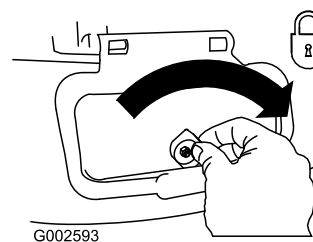

Figura 29
**Importante:** Bloquee la puerta de descarga lateral después de cerrarla (Figura 29).